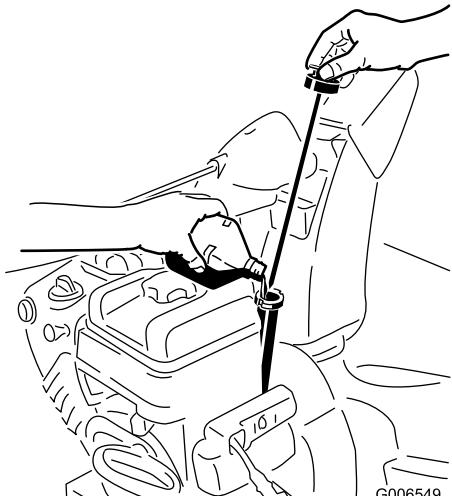

Рисунок 19
- Выньте щуп для измерения уровня и **медленно** залейте масло в заправочную горловину так, чтобы уровень масла соответствовал метке Full (Полный) на щупе. **Не допускайте переполнения** (Рисунок 19). Смотрите Раздел «Проверка уровня масла в двигателе» в руководстве по техническому обслуживанию.